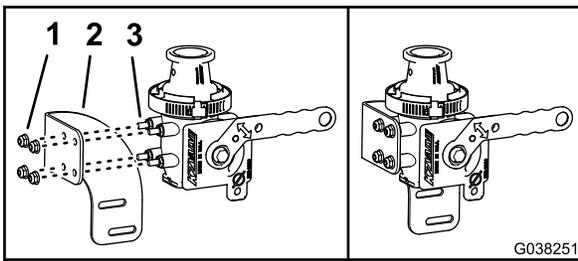

Bild 59
1. Fluchten Sie den Schlauch in der Ejektorabstellhalterung mit den Bolzen des Ejektorabstellventils aus, wie in Bild 59 abgebildet.
2. Befestigen Sie die Halterung mit den vier Sicherungsbundmuttern (1/4") am Ventil (Bild 59)